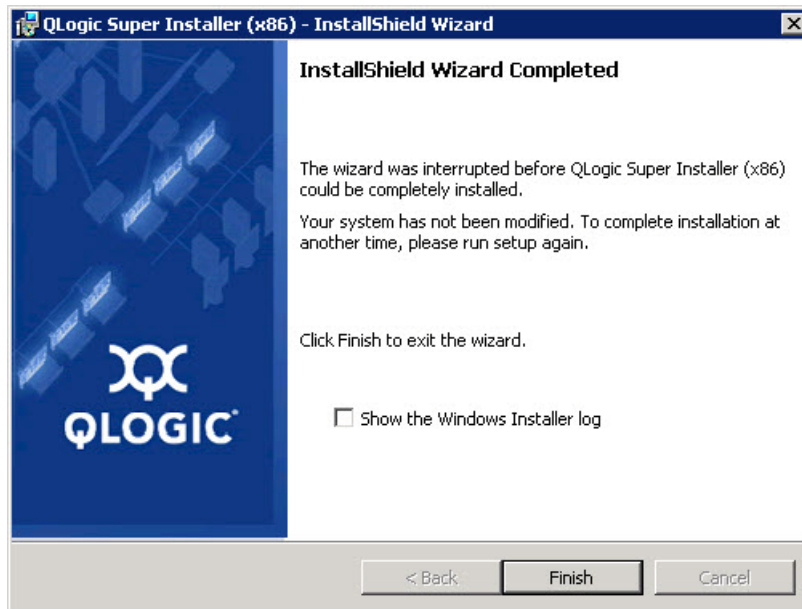

Ilustración 2-7. Asistente InstallShield: Ventana Completed (Completada)
8. Cuando finalice la instalación, aparecerá la ventana InstallShield Wizard Completed (Asistente InstallShield completado) (Ilustración 2-7). Haga clic en **Finish** (Finalizar) para retirar el instalador.